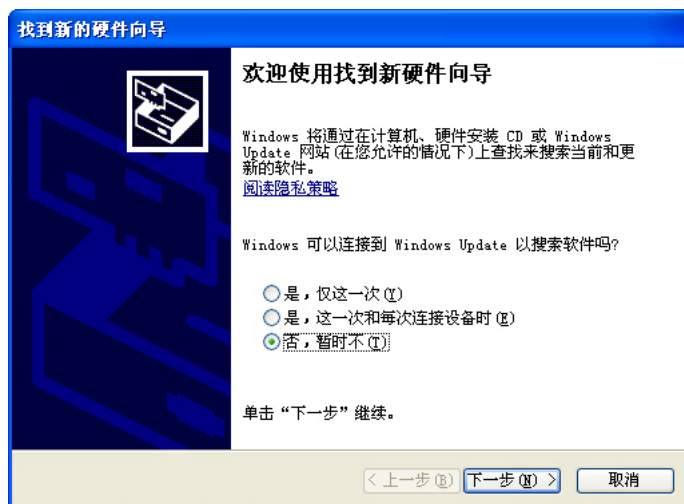

图 2.13
2) 操作系统屏幕上弹出“找到新的硬件对话框”，选择“否，暂时不(T)”，进入下一步（图 2.13）；